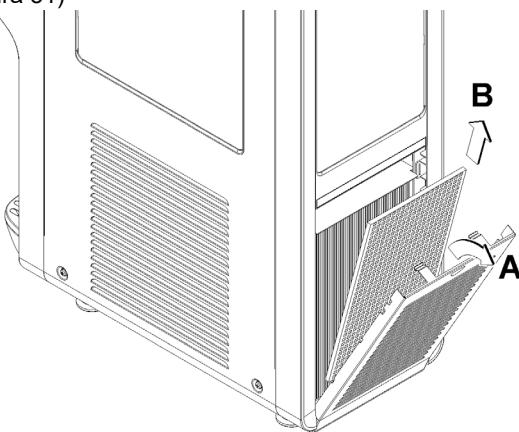

figura 31
- 4 Una vez por mes:** elimine el polvo acumulado en el filtro del condensador, situado en la parte posterior de la máquina. (ver figura 31)